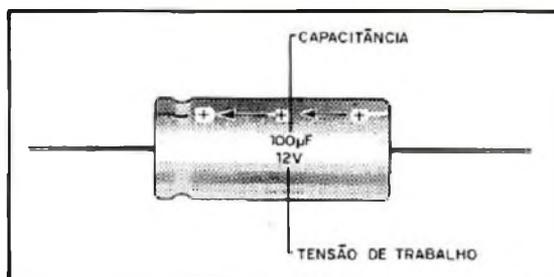

figura 12
Duas especificações são importantes num capacitor eletrolítico: sua capacitância, que é dada em microfarads (μF ou erradamente, mfd) e sua tensão de trabalho que é dada em volts (V). (figura 12)